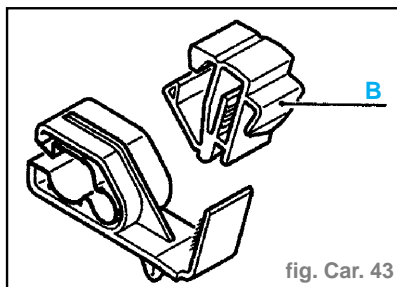

fig. Car. 43
- Après dépose du vitrage, retirer les parties (B) des agrafes de maintien des garnitures intérieures chaussées sur la feuillure de panneau d'aile. (fig. Car. 43)
- Remettre en place les agrafes (B).